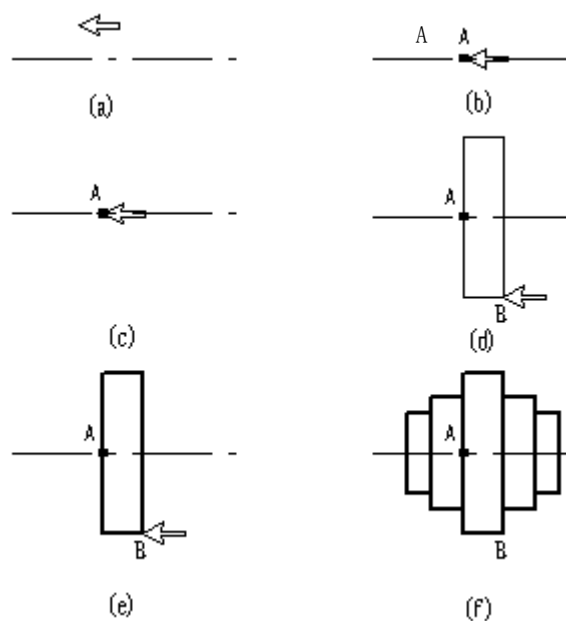

图 4.1-68
此矩形还有一个重要的功能，可方便地作轴或孔，如图4.1-68所示，画一个阶梯轴的步骤如下：
- ① 画一条点划线，如图 4.1-68(a)；
- ② 单击矩形按钮  ，单击工具栏上的按钮  ，改变当前线型为粗实线；
- ③ 光标上线到点划线上的A点，如图 4.1-68(b)。注意：此处一定要以点划线为当前线，否则，不能作出以该点划线为对称线的轴或孔；
- ④ 单击左键或按【Enter】，确定第一个起点A，如图 4.1-68(c)；
- ⑤ 拖动鼠标，此时会出现一个动态的以点划线为对称轴的矩形，如图 4.1-68(d)；
- ⑥ 单击左键或按【Enter】，确定第二个角点B，一段轴即完成，如图 4.1-68(e)；
- ⑦ 同上方法可作出轴的其他段，如图 4.1-68(f)。